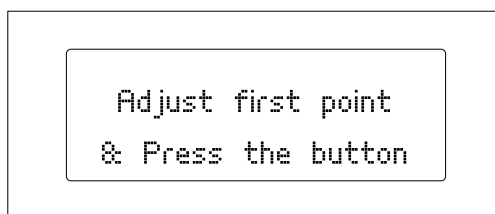

Figure 3.12 Premier point de nivellement
- 2 L'extrudeuse se placera sur le point de référence de l'imprimante : le coin arrière droit. Ensuite, le premier point de nivellement se déplacera (fig. 3.12). Vérifiez la hauteur entre la base et l'extrudeuse à l'aide d'une feuille et au besoin, corrigez-la en tournant la vis qui se trouve sur la base en verre. En tournant les vis vers la droite, vous éloignerez la base de l'extrudeuse. En revanche, en les tournant vers la gauche, la distance se réduira. La feuille doit tout juste pouvoir passer entre la buse et la base.